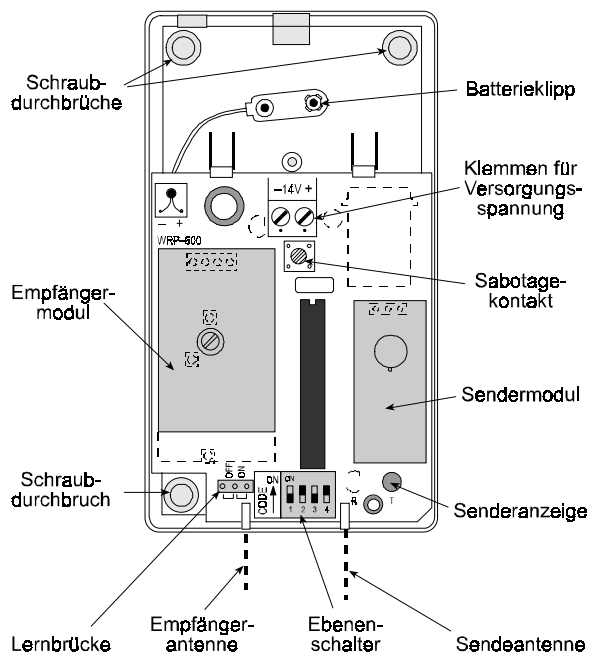

Abbildung 5: WRP-600, geöffnet
B. Montieren Sie das Gehäuseunterteil (bestückt mit der Platine) am ausgewählten Montageort. Benutzen Sie hierzu die Schraubdurchbrüche (siehe Abb.5).
- B.** Stecken Sie die Brücke im Signalwiederholer auf die beiden **ON/EIN** Stifte. (Dieses aktiviert den Lernmodus, siehe Abb.5). Jeder vorher eingelernte Systemcode wird hierbei gelöscht und die eigene PowerCode-Adresse des WRP-600 wird unterdrückt.
- B.** Stecken Sie die Brücke auf die beiden **ON/EIN** Stifte. Dieses ist die Lernposition (dargestellt in Abb. 5). Jeder vorher eingelernte 12-bit Systemcode wird dann gelöscht. Der eigene PowerCode des WRP-600 wird **deaktiviert**.